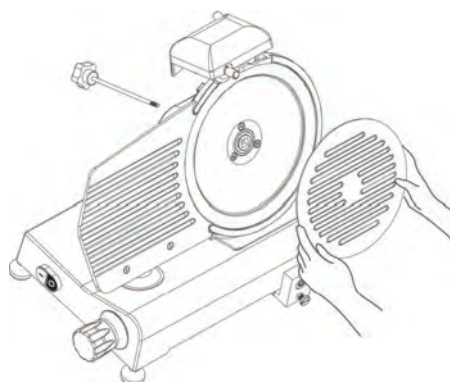

FIG. nr. 4 – Demontarea apărătoarei lamei
- Scoateți capacul de protecție a lamei deșurubând șurubul din spatele aparatului. (vezi FIG. nr. 4).